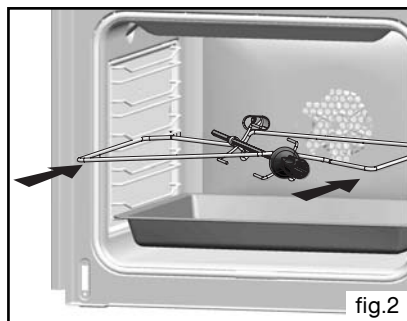

fig.2
• Plat multi usages (fig.2)
- placez la broche sur son berceau (fig.2).
A l'aide des boutons + et - régler l'affichage de l'heure (fig.2).
Exemple "  " à 210° (fig.2).
Ajustez la durée de cuisson à l'aide des touches + et -(fig. 2).
- Ajustez le temps choisi en appuyant sur les touches + ou - (fig.2).